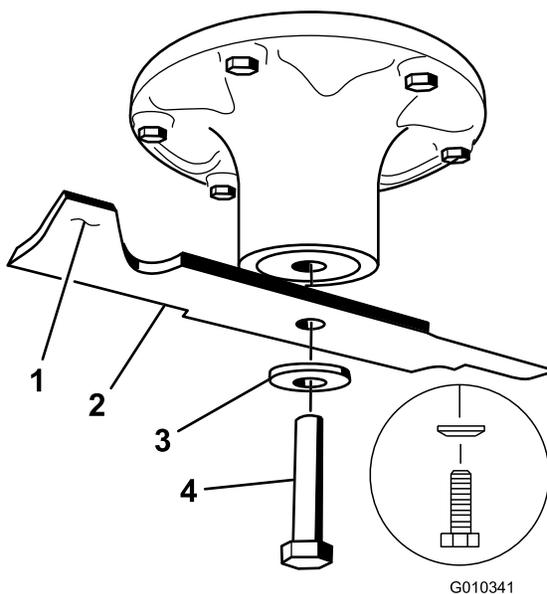

Рисунок 68
2. Отверните болт ножа, снимите изогнутую шайбу и нож с вала шпинделя (Рисунок 68).